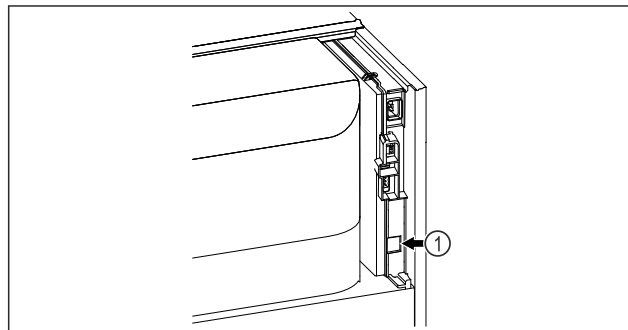

Fig. 140
- SmartModule Fig. 140 (1) установлен.